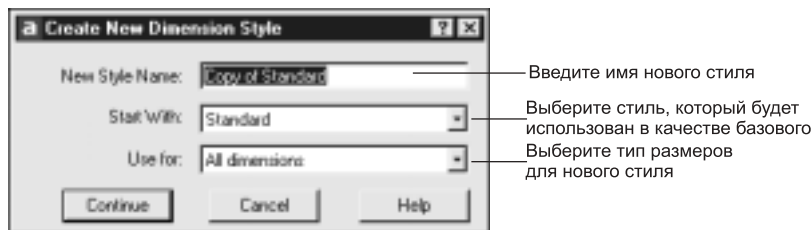

Рис. 14.28. Диалоговое окно Create New Dimension Style
- В диалоговом окне Dimension Styles Manager щелкните на кнопке New. AutoCAD откроет диалоговое окно Create New Dimension Style, которое показано на рис. 14.28.